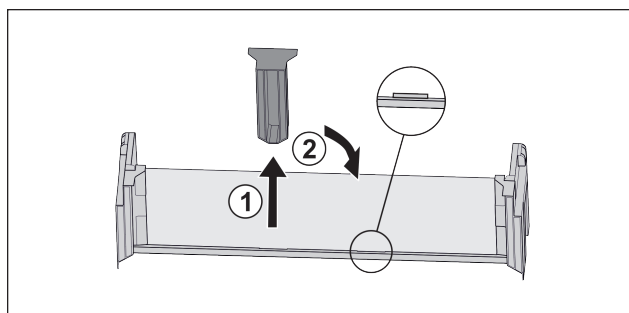

Fig. 54
- ▶ Dra ut den fästdelen i mitten Fig. 54 (1).
- ▶ Sätt in fästdelen i mitten i andra läget Fig. 54 (2).